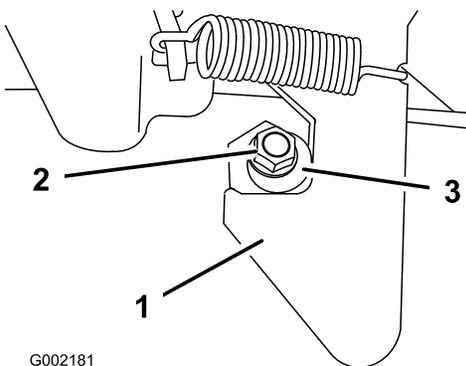

Figura 67
1. Desaperte a porca de bloqueio na extremidade do perno do trinco (Figura 67).
2. Rode o perno do trinco no sentido dos ponteiros do relógio até encostar à zona de gancho do trinco (Figura 67).